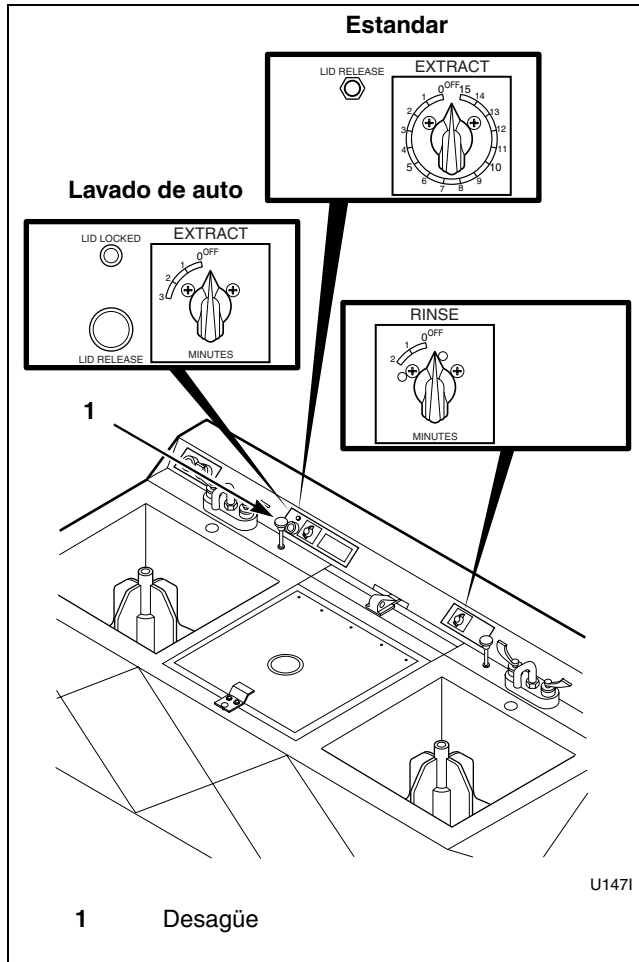

Figura 12
10. Ajuste los tiempos de ciclo deseados en el temporizador de extracción y a continuación en el temporizador de enjuague. Consulte la *Figura 12*. Consulte *Tabla 4* para los tiempos recomendados de enjuague y extracción.
11. Una vez completado el ciclo, espere hasta que el cesto se detenga, y presione el botón de desbloqueo de la compuerta (LID RELEASE) para abrirla. Consulte la *Figura 12*.